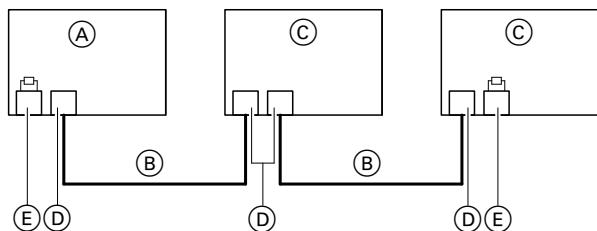

Abb. 47
- Der CAN-BUS der Geräte ist für die BUS-Topologie „Linie“ mit beidseitigem Abschlusswiderstand (Terminierung) ausgelegt: Siehe Abb. 47.